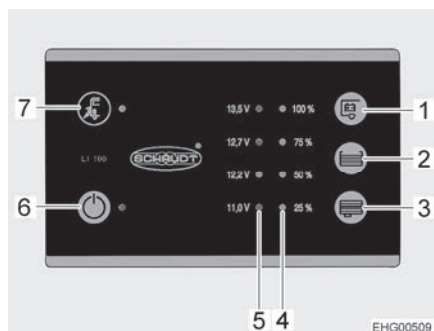

Fig. 79 Pannello di controllo (LT 100)
Il LED giallo accanto al simbolo del collegamento a rete "⚡" (Fig. 79,7) si accende, quando il veicolo è collegato a un'alimentazione di rete esterna. Il LED si accende anche se il pannello di controllo è spento.
L'interruttore principale a 12 V (Fig. 79,6) inserisce o disinserisce il pannello di controllo e l'alimentazione a 12 V dell'abitacolo.
*Accensione:* ■ Premere l'interruttore "⏻" (Fig. 79,6): L'alimentazione a 12 V dell'abitacolo è inserita. Il LED diventa verde.
*Spegnimento:* ■ Premere di nuovo l'interruttore "⏻" (Fig. 79,6): L'alimentazione a 12 V dell'abitacolo è disinserita. Il LED si spegne.
La scala LED (Fig. 79,5) indica la tensione della batteria dell'abitacolo nel modo seguente:
- Premere il tasto "🔋" (Fig. 79,1): Viene indicata la tensione della batteria dell'abitacolo.
La scala LED (Fig. 79,4) indica il livello del serbatoio dell'acqua potabile o del serbatoio delle acque grigie.
Premere il tasto "☰" (Fig. 79,2): Il livello di riempimento del serbatoio dell'acqua potabile è indicato dai LED accesi.
Premere il tasto "☰" (Fig. 79,3): Il livello di riempimento del serbatoio delle acque grigie è indicato dai LED accesi.